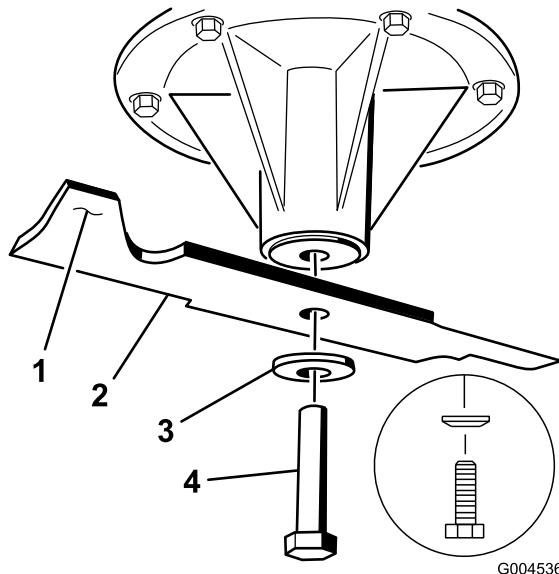
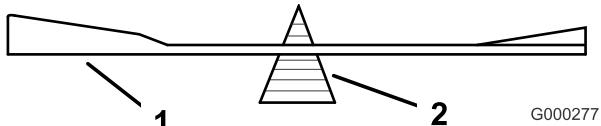

Bild 91
Bild 93
2. Entfernen Sie die Messerschraube, Wellenscheibe und das Messer von der Spindelwelle (Bild 91).
2. Überprüfen Sie die Auswuchtung des Schnittmessers auf einer Ausgleichsmaschine (Bild 93). Wenn das Schnittmesser in seiner horizontalen Position bleibt, ist es ausgewuchten und kann wiederverwendet werden. Feilen Sie, wenn das Schnittmesser nicht ausgewuchten ist, vom Flügelbereich des Messers etwas Metall ab (Bild 91). Wiederholen Sie diesen Vorgang, bis das Messer ausgewuchten ist.